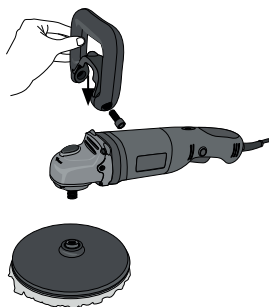

Figura 1
- Applicare la maniglia di presa mediante le due viti e la chiave Allen (Figura 1).